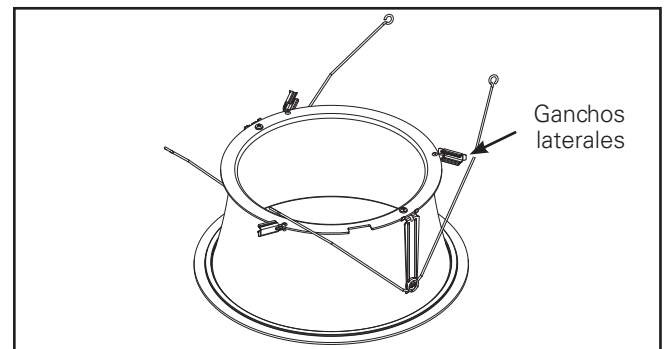

Figura 34
3. Retire la unidad de la moldura del embalaje protector y gire los ganchos laterales (3) hacia afuera (Figura 34).